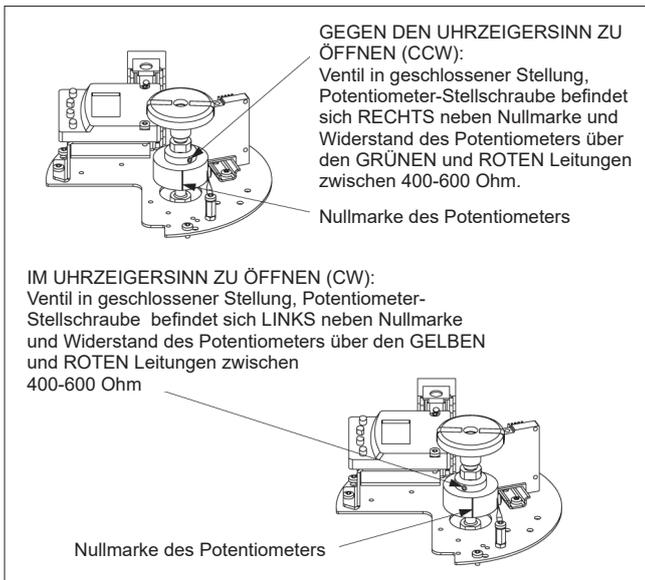

Abb. 49. Betätigung des Potentiometers
- Das Potentiometerkabel kann jetzt wieder an die Anschlüsse auf der Platine angeschlossen werden. Die Positionierung des Klemmensteckers erfolgt gemäß der Betätigungsrichtung des Ventils (siehe Abb. 49). Der Stecker muss immer an dem einen oder dem anderen Ende der 5-poligen Anschlussklemme auf der Platine ausgerichtet werden.